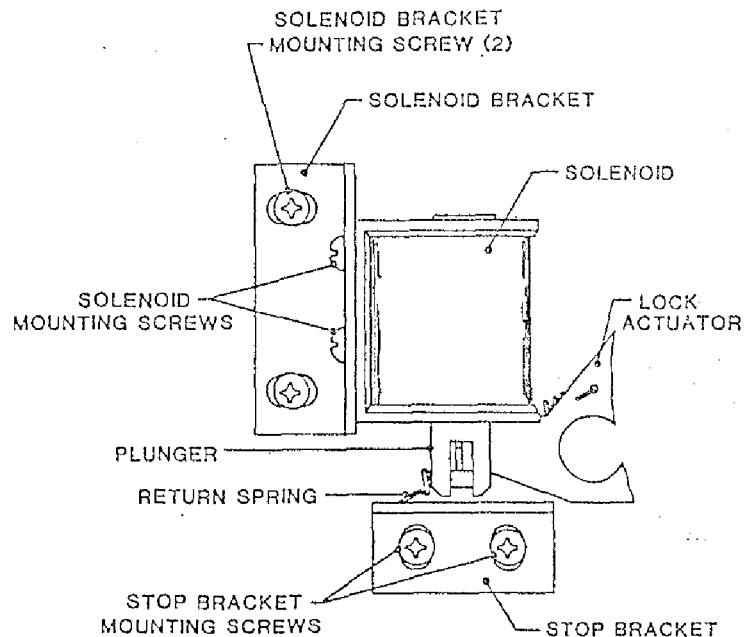

Figure 5-4.
5.3.4 HUB LOCK SOLENOID (Fig. 5-4)